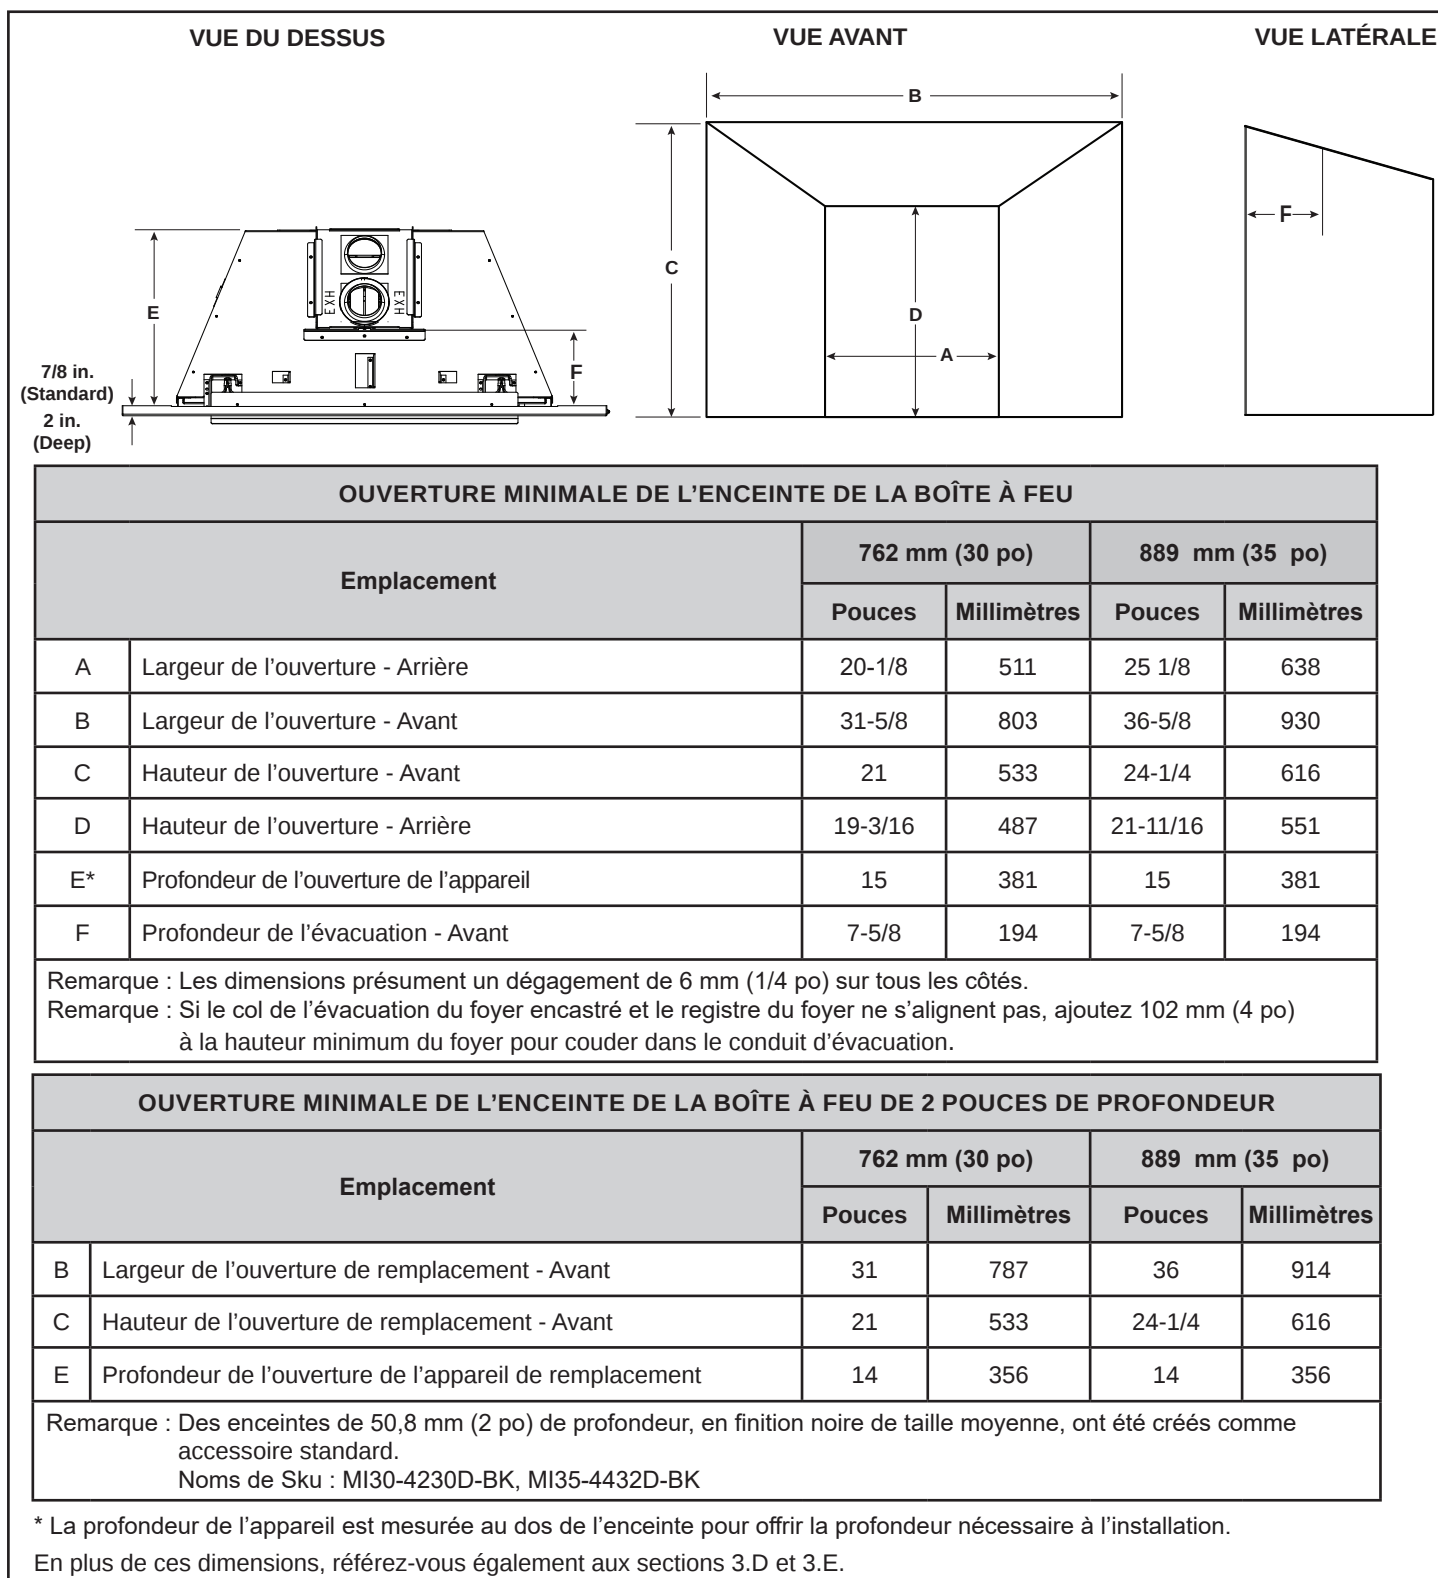

Figure 3.9 Ouverture de la boîte à feu - Enceintes régulières et profondes
***Remarque :** L'emplacement G donne la mesure de la profondeur de l'appareil, pour la référence à la profondeur de l'installation, l'emplacement E sur la figure 3.9.
Les exigences d'ouverture minimales de la boîte à feu pour une enceinte régulière d'une profondeur de 19 mm (7/8 po) sont indiquées à la figure 3.9. Pour les ouvertures plus petites, une enceinte personnalisée est disponible.